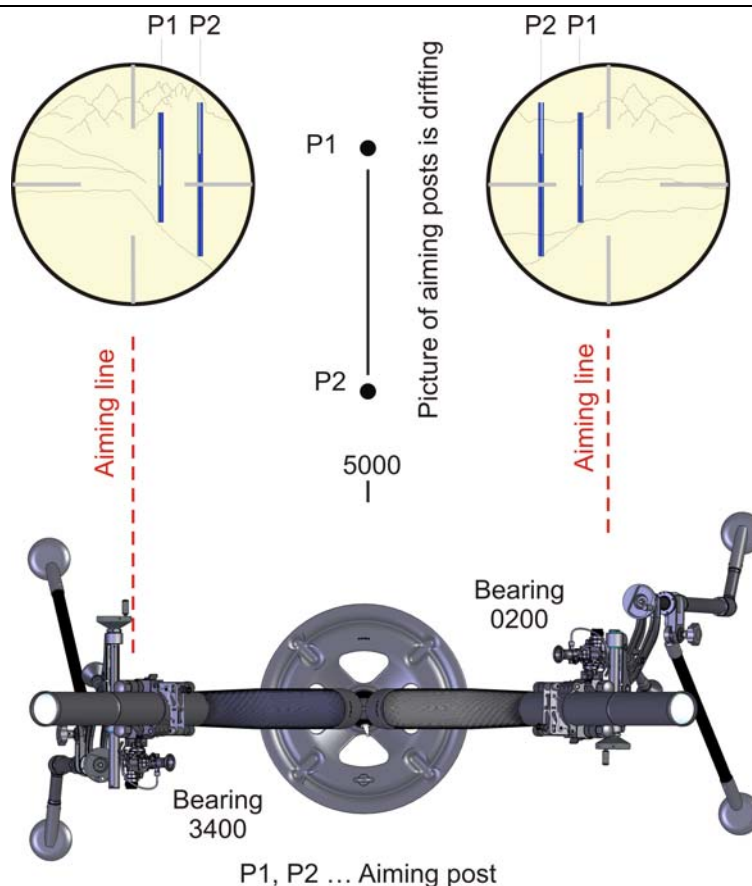

Fig. 28
- determina mirando por el telescopio (Fig. 12 [1], pág. 21) la distancia entre la perpendicular de la retícula y los jalones de puntería y, girando la manecilla, moverá el cañón (Fig. 5 [4], pág. 14), con lo niveles de nivelación en cruz y de elevación equilibrados, hacia el borde izquierdo de los jalones de puntería para que coincidan (superpongan) (véase Fig. 28, pág. 77),
- si los jalones de puntería no fueran coincidentes (véase Fig. 28, página 77), orientará el mortero hasta que los jalones de puntería [1] estén exactamente entre la vertical de la retícula y los jalones de puntería [2],